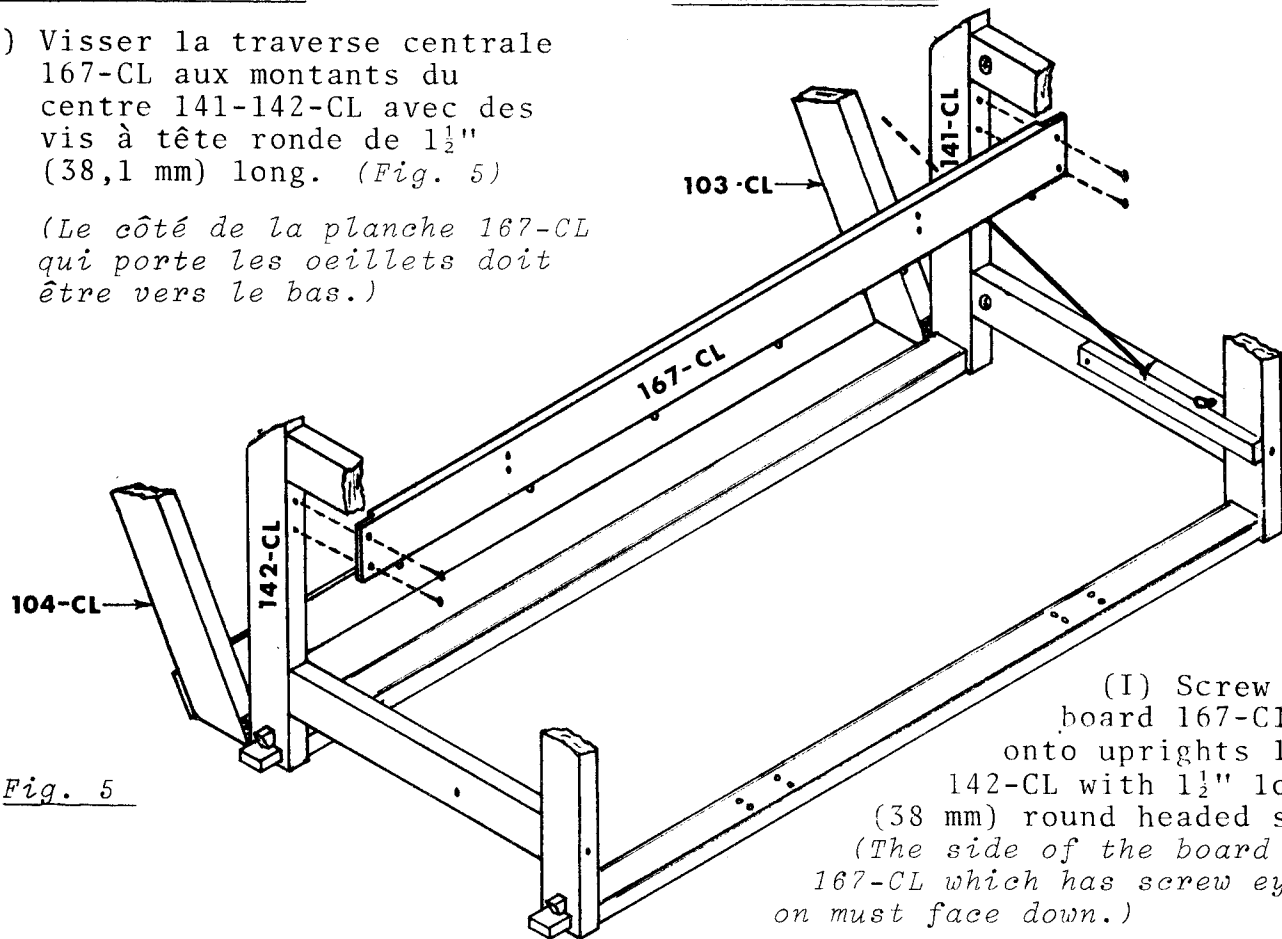

Fig. 5
- (I) Visser la traverse centrale 167-CL aux montants du centre 141-142-CL avec des vis à tête ronde de 1½" (38,1 mm) long. (Fig. 5)